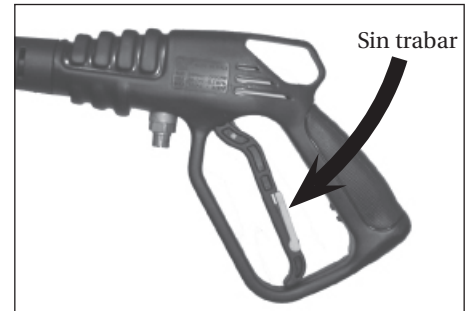

Figura 15 - Gatillo sin trabar
- Arranque el motor. Destrabe el seguro del gatillo de la pistola (Vea Figura 15). Agarre el cordón de arranque y coloque un pie en el chasis. Apunte la pistola en una dirección segura. Mientras oprime el gatillo de la pistola, tire del cordón de arranque rápida y firmemente (Vea Figura 16). Siga agarrando el cordón mientras lo devuelve. Repita estos pasos hasta que el motor arranque.